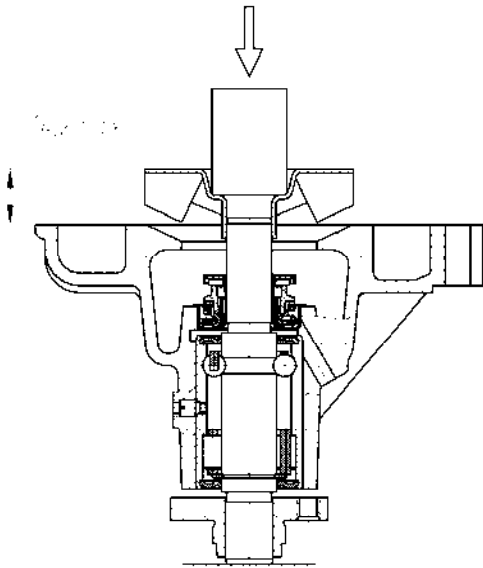

Abb. 97. Auf das Laufrad drücken
- das Laufrad auf die Lagerwelle drücken, dabei das Maß zwischen dem Ende des Laufrades und dem Ende des Pumpengehäuses nicht mehr als 14,2 mm (Abb. 97). **Nicht erlaubt**